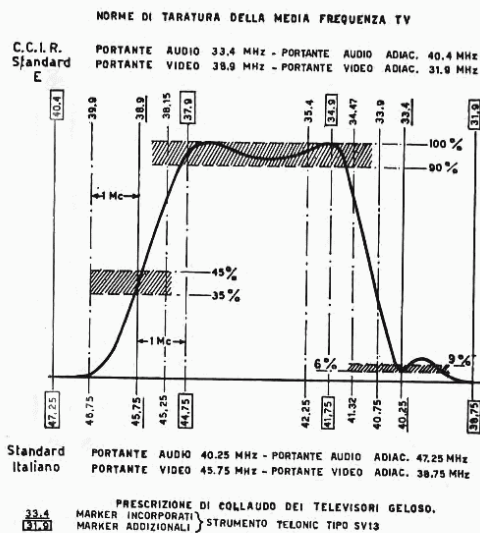

Fig. 2 A
- d) Applicare una tensione positiva di 4 Vdc al punto 1 (fig. 2). Questa tensione si può applicare con un alimentatore esterno o, più semplicemente, collegando il punto 1 alla tensione di alimentazione di F.I. con una $R = 10 \text{ K}\Omega$ (punto 2, fig. 2).
Il circuito di media frequenza (fig. 2) è del tipo a circuiti sfalsati, si inizia con la taratura del rivelatore (bobina L206) che deve essere accordata intorno ai 36 MHz. Con la regolazione succes-
La curva di F.I. deve essere del tipo di fig. 2-A; a questo scopo è di determinante importanza che le trappole siano accordate alle ri-